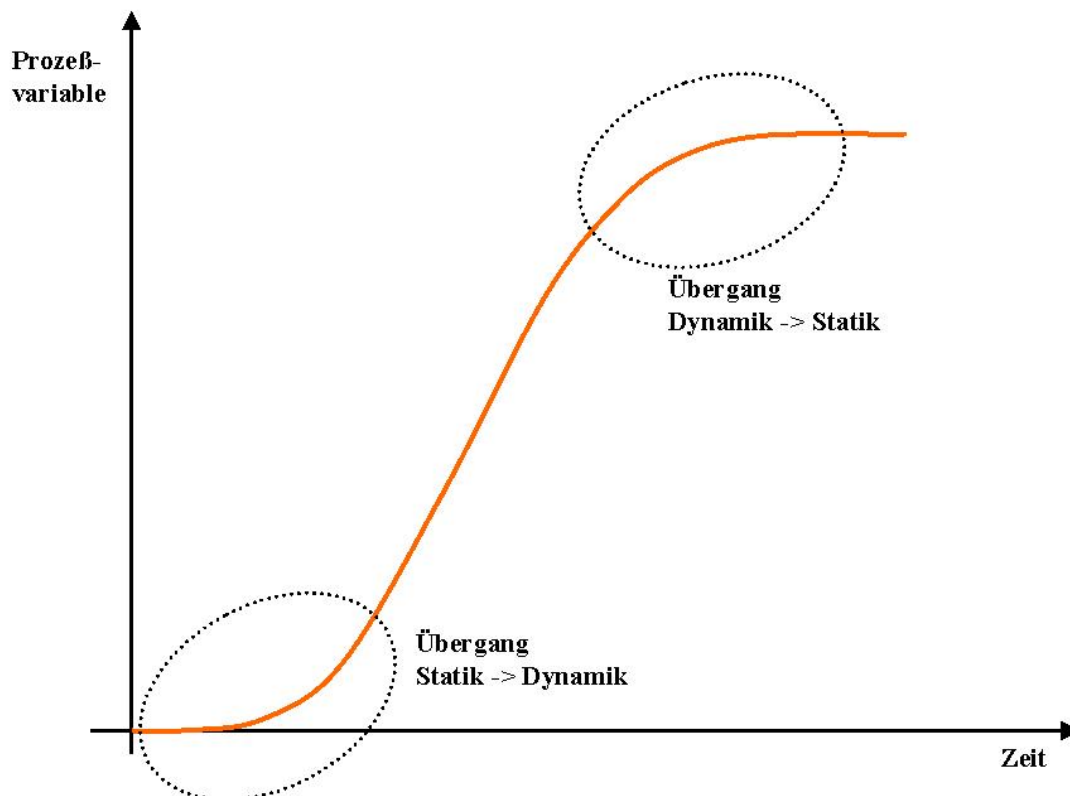

Bild 9.1: Übergangsphasen mit informationstechnisch hohem Gehalt
- Prinzipiell kann die Lernphase zur Ermittlung eines Prozessmodells mit anschließender Optimierung des Zustandsregler zu jedem beliebigen Zeitpunkt gestartet werden. In der ersten Lernphase (d.h. nach der Konfiguration des Reglers oder nach einer Initialisierung) soll aber darauf geachtet werden, dass die Suche nach einem Prozessmodell in einem (annähernd) statischen Arbeitspunkt beginnt und in einem anderen, wiederum (annähernd) statischen Arbeitspunkt endet. Der Grund hierfür ist, dass beim Übergang aus einer statischen in eine dynamische Phase und beim Übergang aus einer dynamischen in eine statische Phase die jeweils „beste Prozessinformation“ in das Prozessmodell transferiert werden kann (siehe Bild 9.1). Diese Vorgehensweise macht sich später, im geschlossenen Regelkreis in einer sehr guten Regelgüte bemerkbar. Eine Nachoptimierung (aufbauend auf einem bereits existierenden Prozessmodell) kann jedoch auch während eines dynamischen Übergangs gestartet werden.